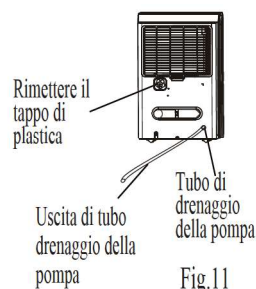

Fig.11
- Ritirare il tubo di drenaggio continuo dal dispositivo e installare il tappo di plastica nell'uscita del tubo di drenaggio continuo del dispositivo, con una rotazione in senso orario. (V. Fig.11)
Rimettere il tubo di drenaggio nell'uscita del tubo di drenaggio della pompa per una profondità di almeno 15 mm (V Fig.11), e mettere il tubo nello scarico a pavimento o un'altra soluzione di drenaggio